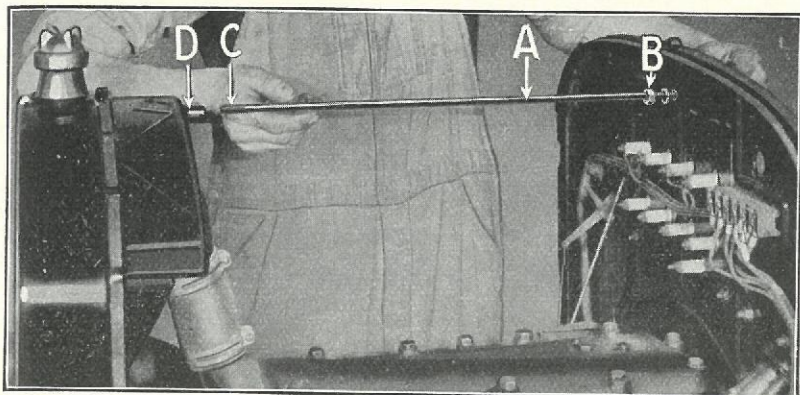

Fig. 105
- (g) Paasæt Kølerstiveren ved at føre den ind gennem Forbrædtet (Fig. 105-A) og paasæt en Fjederskive og Møtrikken »B« paa Enden af Stiveren.